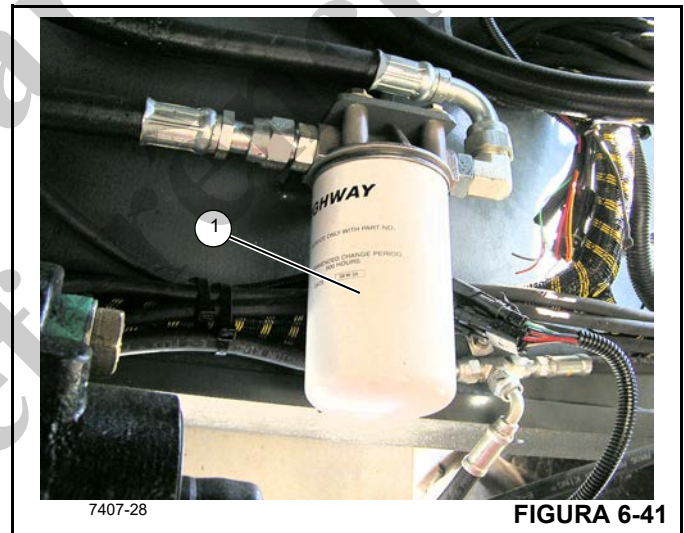

FIGURA 6-41
5. Remova o filtro de óleo da transmissão (1, Figura 6-41) desparafusando-o do compartimento do filtro. Descarte o filtro de maneira adequada.
7. Enrosque o filtro da transmissão (1, Figura 6-41) até ele encostar na cabeça do filtro. Em seguida, dê mais 1/2 a 3/4 de volta para assentar a vedação.